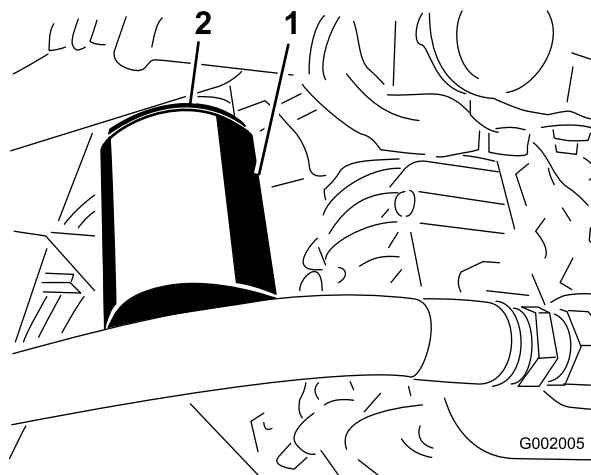

Figura 66
- Retire el filtro (Figura 66).